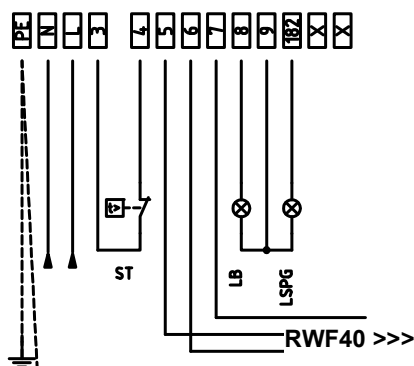

Fig. 27: Bruciatori modulanti
- Nel caso di bruciatori modulanti, i morsetti 5, 6 e 7 della morsetteria **MA** del bruciatore sono già collegati al regolatore modulante (mod. **RWF40**). Dal quadro elettrico esce una spina a 4 poli predisposta per eseguire i collegamenti delle sonde di temperatura e pressione (vedi Fig. 27).